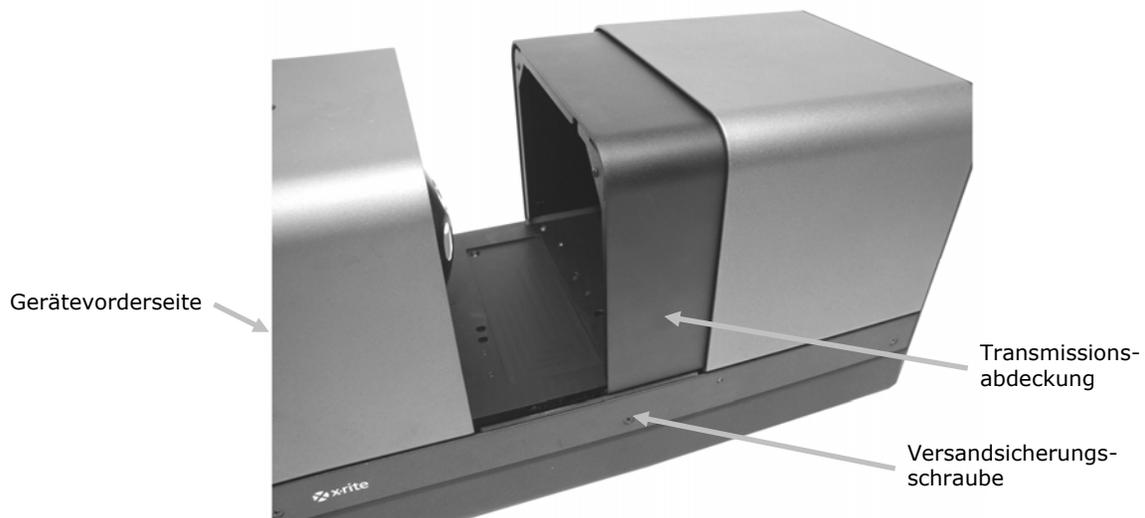

Abb. 6. Spektralfotometer mit teilweise geöffneter Transmissionsabdeckung
2. Ziehen Sie die Klammer zurück und platzieren Sie die Probe zwischen Klammer und Halterung (siehe Abb. 6 und 7). Sie können die Feststellschrauben der Grundplatte kurzzeitig fester anziehen, um die Klammer während der Platzierung in Position zu halten. Lassen Sie die Probenklammer/Grundplatte langsam los, um die Probe sicher in Position zu halten.